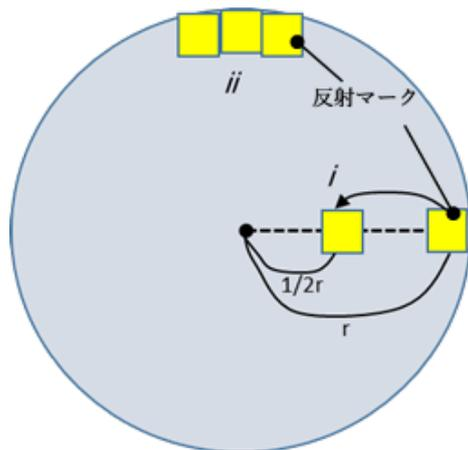

図 2
例えば図2の i のように、反射マークの貼付位置を回転体の中心部に近づけて、半分の 5 cm にすれば、②式の結果は $n \leq 4,775$ となり、 $4,000\text{ r/min}$ の回転速度を計測できるようになります。
図2の ii のように、反射マークを回転方向に複数並べて貼ることも対応が可能です。検出の成否は「反射マークが横切る時間」によって制限されるので、反射マークを長くすれば、通過時間も長くなります。反射マークを2枚繋げて貼れば、通過速度は同じでも時間は2倍になり、2倍の速度（2倍の回転速度）まで測ることができるようになります。（3枚貼れば、3倍の回転速度まで計測できるようになります。）